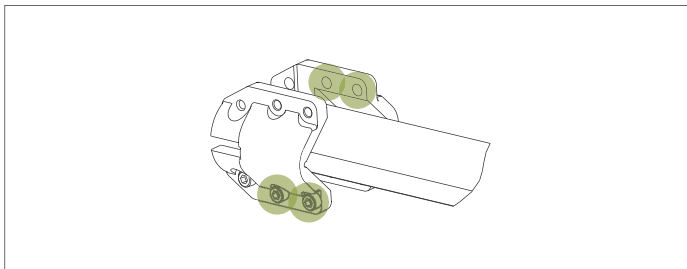

Рис. 35. Затяжка остальных винтов
6. Затяните остальные винты крест-накрест тем же моментом затяжки. См. рис. 35.
15. Затяните остальные винты крест-накрест (см. рис. 35) тем же моментом затяжки.